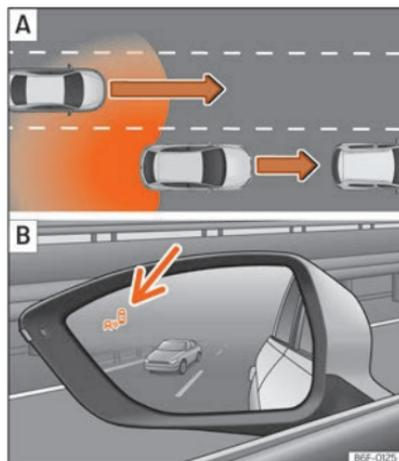

Fig. 115 Representación esquemática: **A** Adelantamiento con tráfico en la parte trasera. **B** Indicación del asistente de cambio de carril en el lado izquierdo.
En las siguientes situaciones se muestra una indicación en el testigo de control >>> **fig. 115 B** (flecha) o >>> **fig. 116 B** (flecha):
- Cuando se es adelantado por otro vehículo >>> **fig. 115 A**.